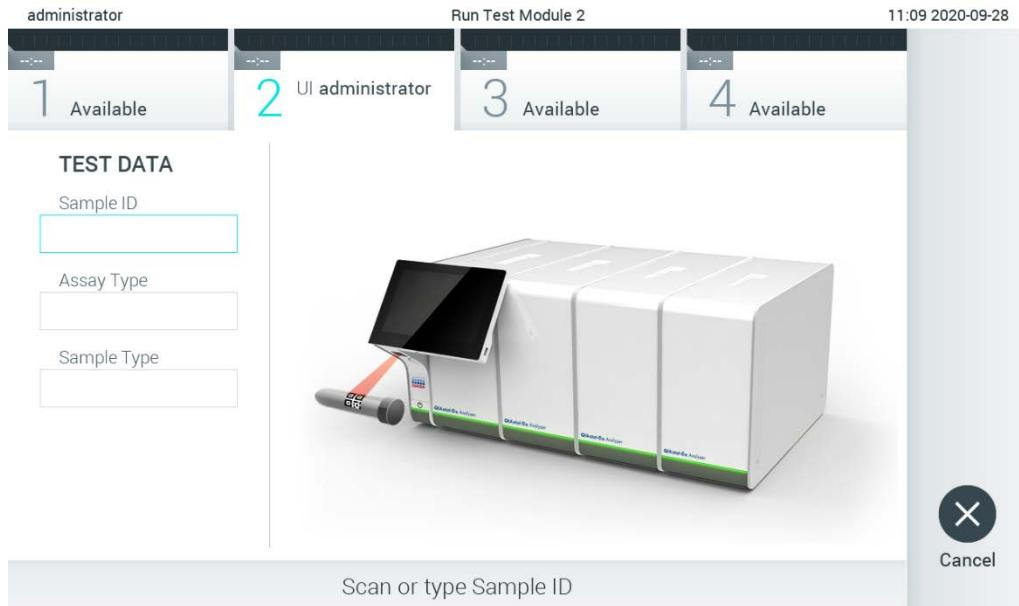

Figura 81. Scanarea codului de bare cu ID-ul probei.
2. Atunci când vi se solicită acest lucru, scanăți codul de bare pentru ID-ul probei, folosind cititorul de coduri de bare integrat în modulul operațional (Figura 81).